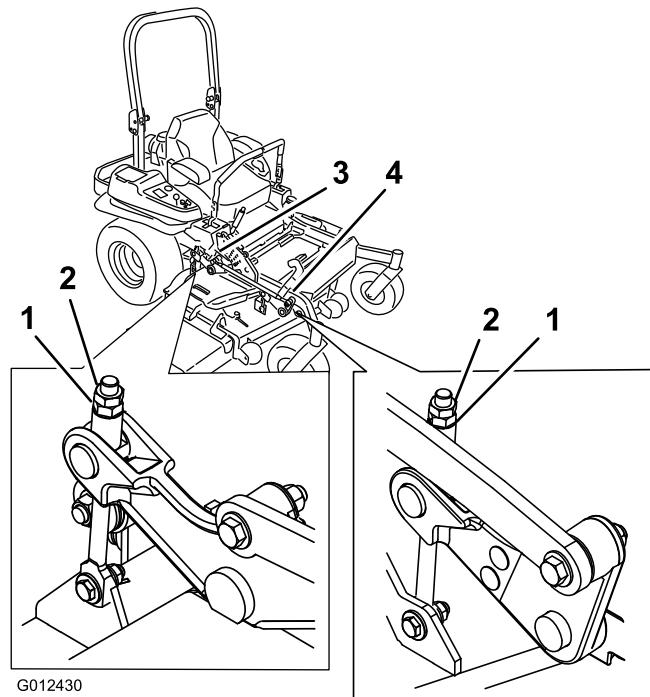

Figura 91
10. Gire la tuerca de ajuste del conjunto de elevación de la carcasa delantera para modificar la altura (Figura 91).
16. Gire la tuerca de ajuste del conjunto de elevación de la carcasa delantera para modificar la altura (Figura 91). Para aumentar la altura, gire la tuerca de ajuste en el sentido de las agujas del reloj; para reducirla, gire la tuerca en el sentido contrario.